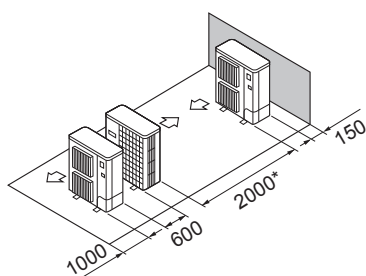

Fig. 2-13
- ⑤ Розміщення блоків на одній паралелі (Fig. 2-13)